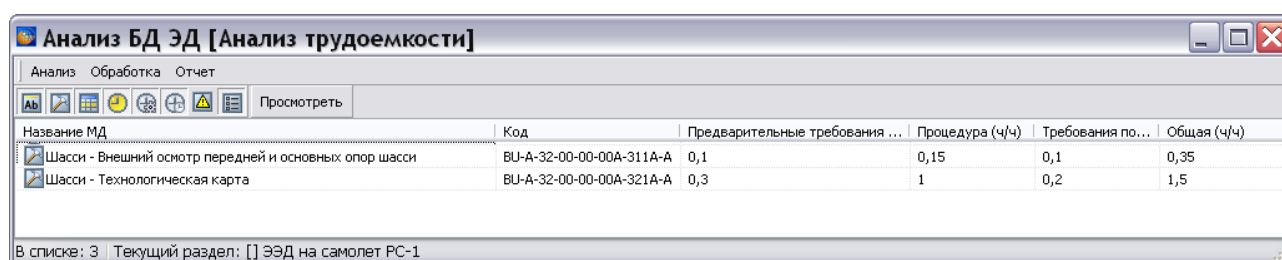

Рис. 21.128
4. В окне **Анализ** нажмите на кнопку **Применить**. После обработки информации откроется окно **Анализ БД ЭД [Анализ трудоемкости]** (Рис. 21.128).